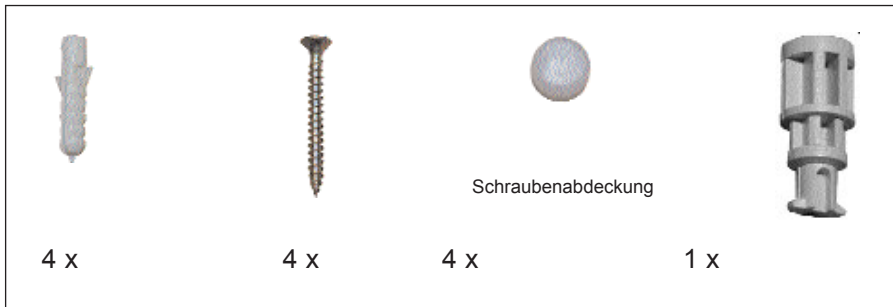

Abb. 6
1. Mitgeliefertes Material überprüfen (Abb. 6).